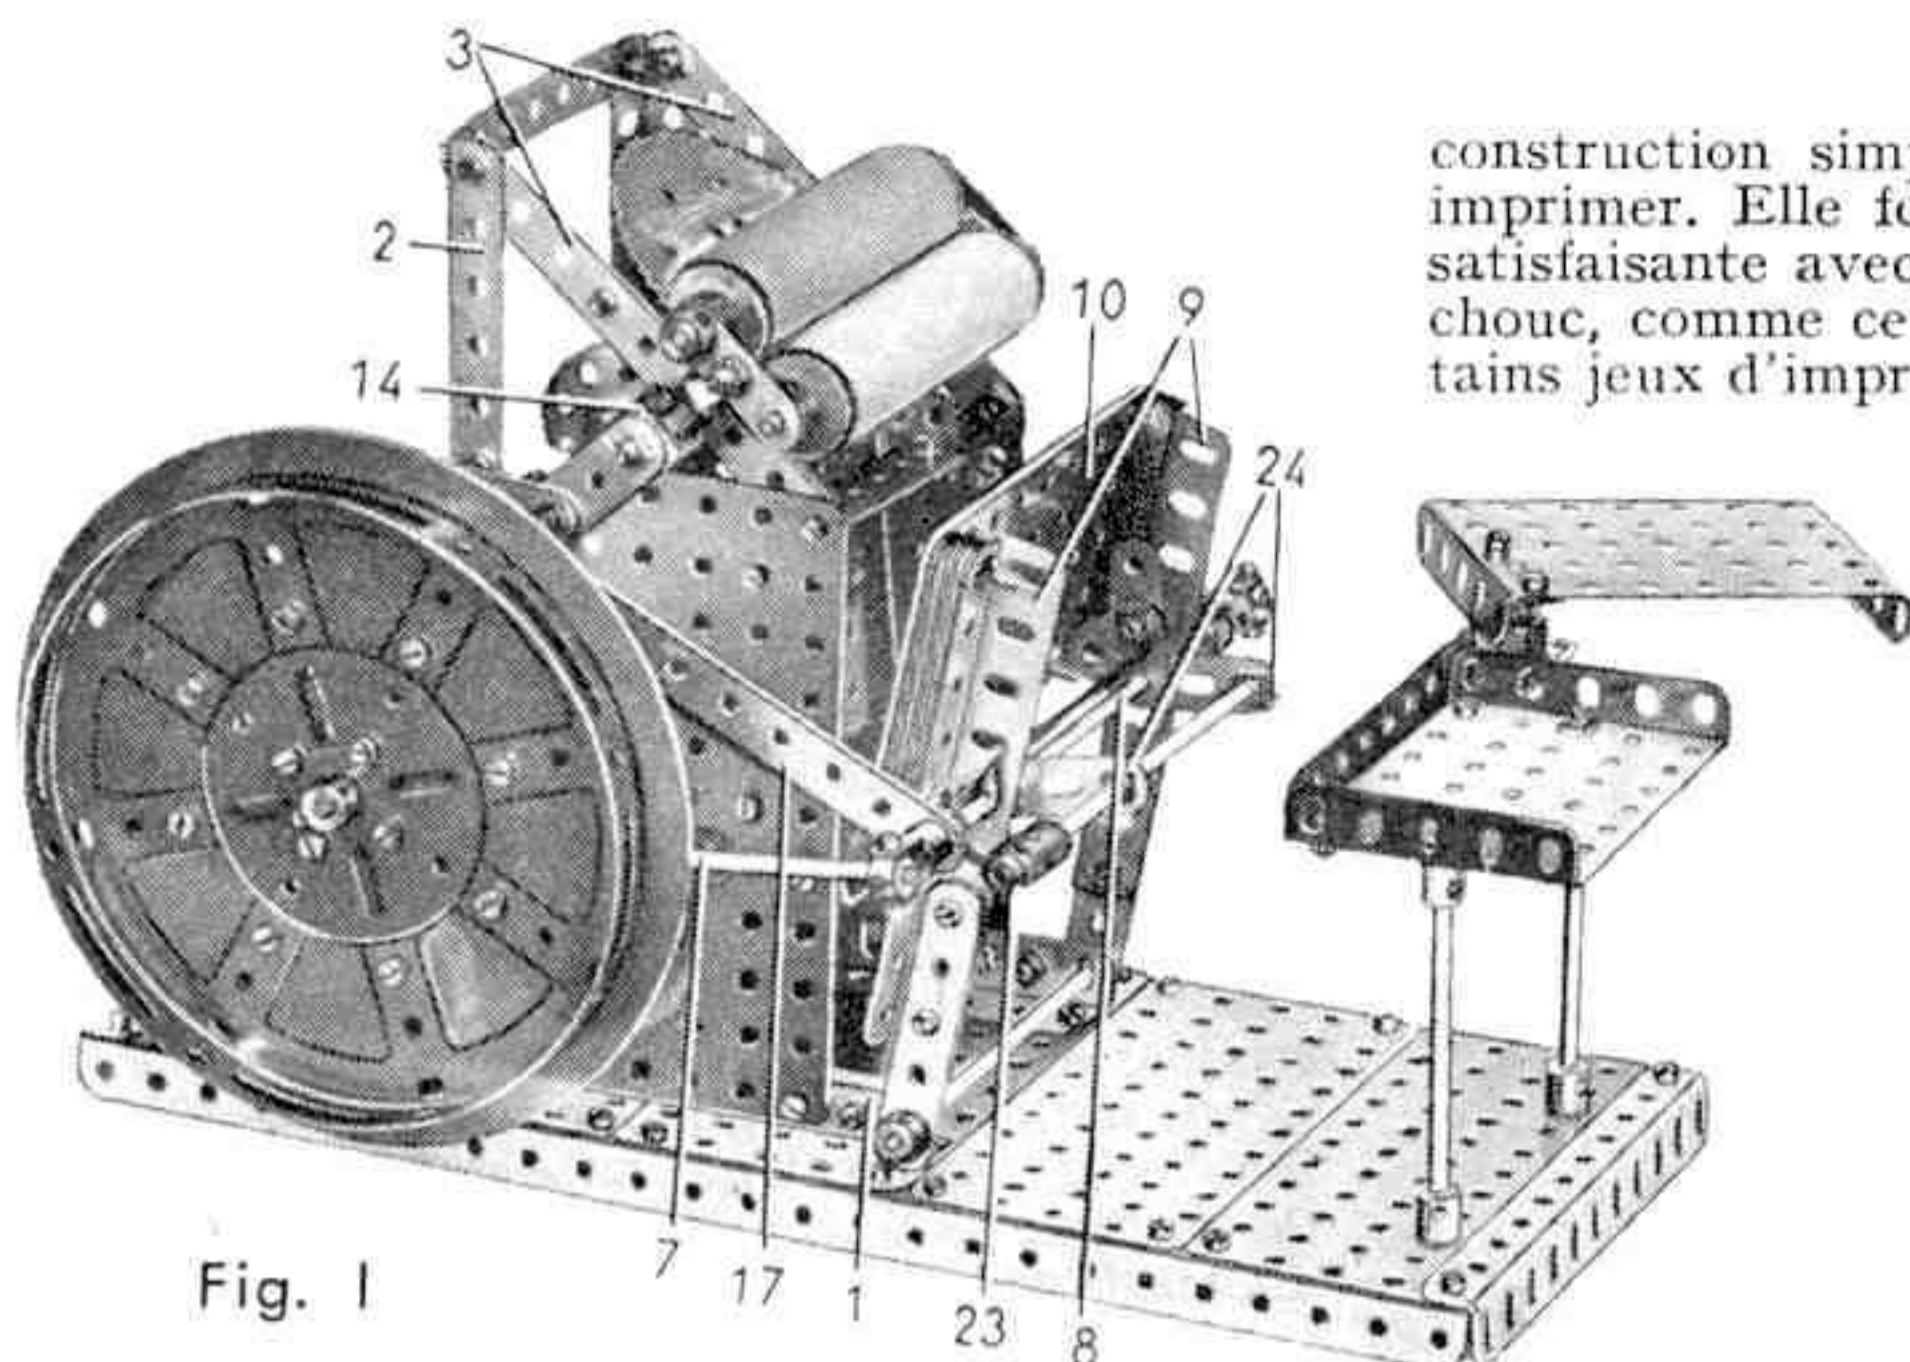

Fig. 1
La base du modèle est formée de cinq plaques sans rebords de 14 x 6 cm. juxtaposées sur deux cornières de 25 trous. Une cornière de 11 trous est, en outre, boulonnée à chaque extrémité. Le bâti de la machine est constitué par deux plaques sans rebords de 14 x 9 cm. fixées à des cornières de 9 trous (1) boulonnées sur la base (fig. 1). Chacune des plaques est surmontée d'une cornière de 7 trous (2), qui la dépasse de 5 trous. L'extrémité de la cornière est réunie à l'angle supérieur de la plaque par une bande de 9 trous (3). Les cornières (2) sont réunies par une bande de 7 trous, et les bandes (3) par deux bandes coudées de 90 x 12 mm. (4). Une bande de 3 trous est boulonnée à l'extrémité débordante de chaque cornière (1), de façon que ses trous ronds couvrent les trous allongés de la cornière.